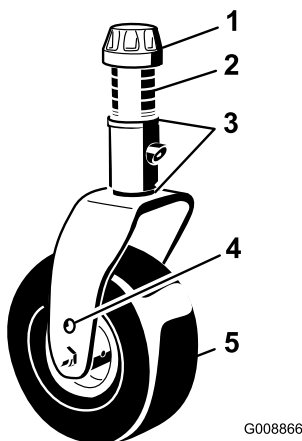

Figura 121
- Retire el casquillo tensor del husillo y deslice el husillo fuera del brazo de la rueda giratoria (Figura 121).